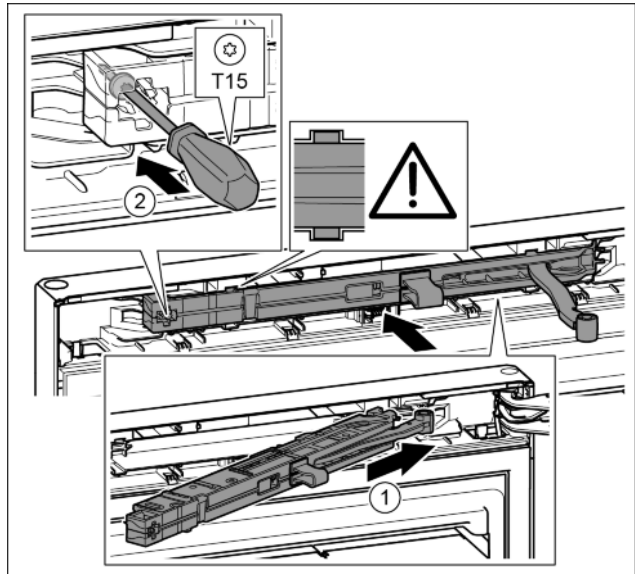

Fig. 44
- ▶ A csapágybak oldaláról ferdén, ütközésig tolja be a záráscsillapító egységet a mélyedésbe. Fig. 44 (1)
- ▶ Húzza meg a csavart egy T15 csavarhúzóval. Fig. 44 (2)